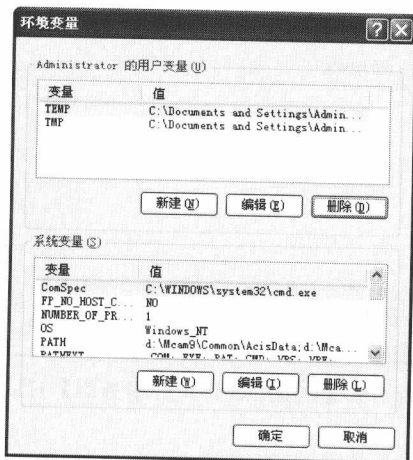

图 1-1 【环境变量】对话框
- 01 在桌面上右击【我的电脑】/【属性】选项,弹出【系统属性】对话框。选择【高级】选项卡,然后单击 按钮,弹出【环境变量】对话框,如图 1-1 所示。